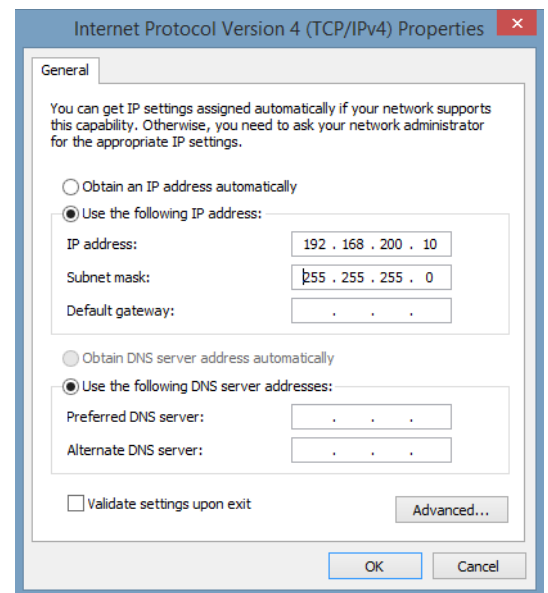

Fig. 2-30, Pantalla de propiedades de protocolo de Internet (TCP/IP), Windows 10
7. Se abrirá el cuadro de diálogo Internet Protocol (TCP/IP) Properties (Propiedades de Protocolo de Internet) (Fig. 2-30). Seleccione "Use the following IP address" (Usar la siguiente dirección de IP). Ingrese los valores como se muestra (p.ej., dirección de IP 192.168.100.2 y máscara de subred 255.255.255.0). Registre la dirección de IP y máscara de subred existentes para luego poder regresar la computadora a su estado original.